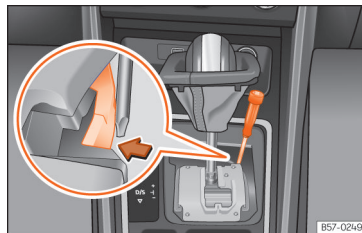

Abb. 91 Wählhebel: Notentriegeln aus der Parkstellung
- Drücken Sie seitlich mit Hilfe der flachen Seite des Schraubendrehers auf die gelbe Taste und halten Sie sie gedrückt » » » (Abb. 91).